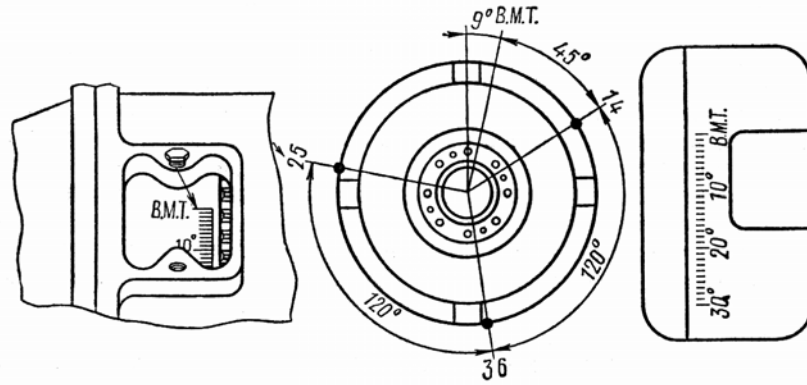

Рис. 1.6. Вид на указатели и метки при регулировке клапанного механизма двигателя СМД-62
- прикрепить болтом стрелку, установив ее конец против метки ВМТ на маховике (рис. 1.6), а затем повернуть коленчатый вал еще на 45° до совмещения стрелки с риской на маховике, обозначенной цифрами 1 и 4;